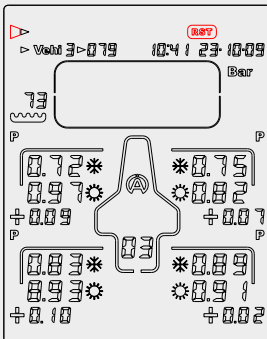

Figura 14
- 1) Con i 4 tasti , selezionate l'icona « **RST** » (figura 14)